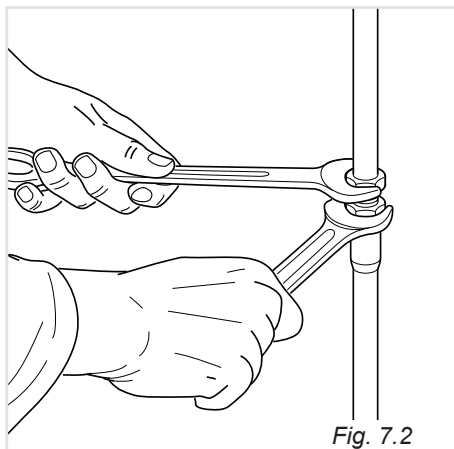
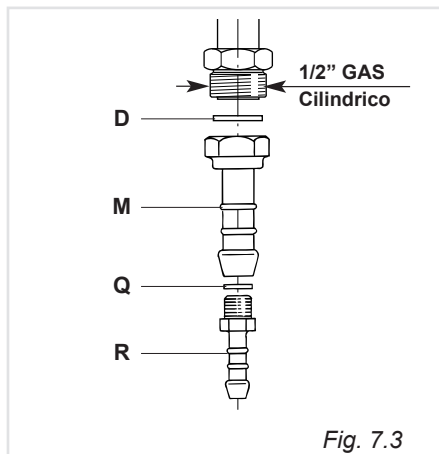
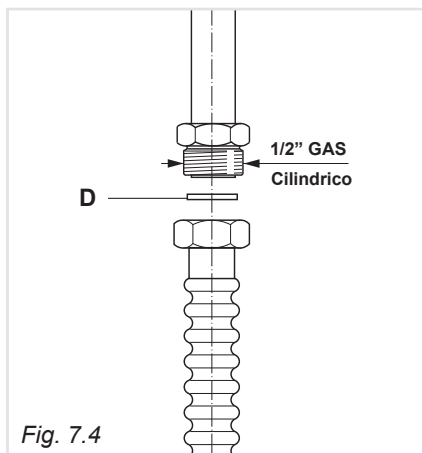

Fig. 7.2
Fig. 7.3
Fig. 7.4
Il gruppo di raccordo (fig. 7.3) si compone di:
Tutte le operazioni di avvitamento o svitamento del portagomma e della riduzione devono essere effettuate con l'ausilio di 2 chiavi (fig. 7.2).
- Montare il raccordo portagomma "M" interponendo la guarnizione di tenuta "D" (fig. 7.3).
- Montare sul portagomma "M" la riduzione "R" con interposta la guarnizione "Q" (fig. 7.3).
Per effettuare il collegamento gas è necessario togliere il portagomma "M" (fig.7.3) ed avvitare direttamente sulla rampa il terminale del tubo metallico interponendo la guarnizione "D" (fig.7.4). Le operazioni descritte devono essere effettuate con 2 chiavi (fig.7.2).
Le guarnizioni **D** e **Q** (fig. 7.3 - 7.4) sono gli elementi che garantiscono la tenuta della connessione raccordo-rampa.